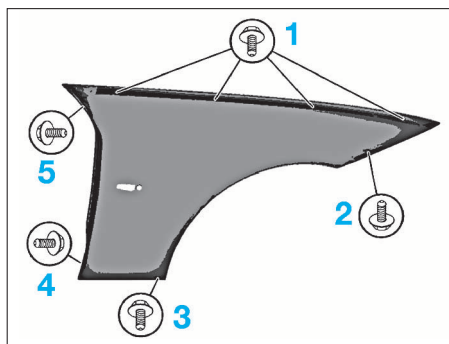

FIG. 44
- Par le passage de roue, déposer les vis de fixation (2), (3) et (4) (Fig.44).